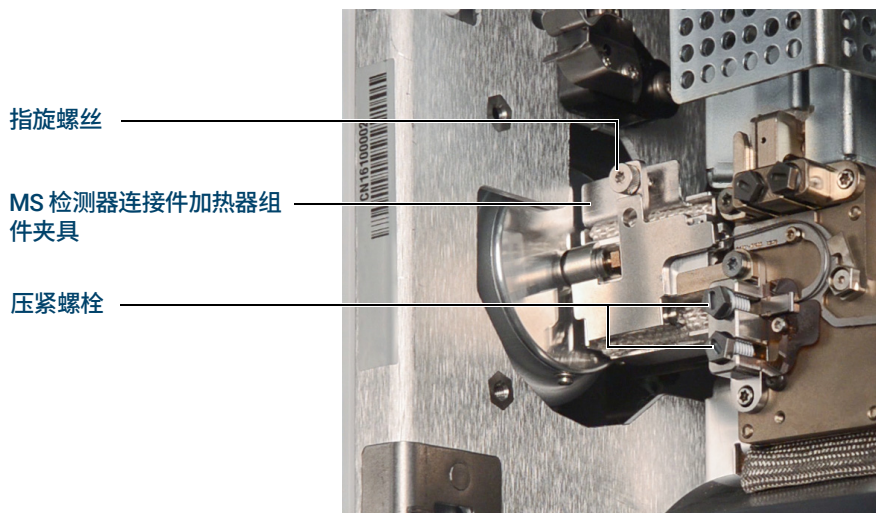

图 15. MS 检测器连接件加热器组件夹具已关闭
- 9 使用 Intuvo 扭矩扳手，拧下固定 9000 GC/MS 检测器连接件棘爪和运行 Bus 连接的压紧螺栓。也将空的 Bus 连接中的螺栓拧下。（请参阅图 15。）